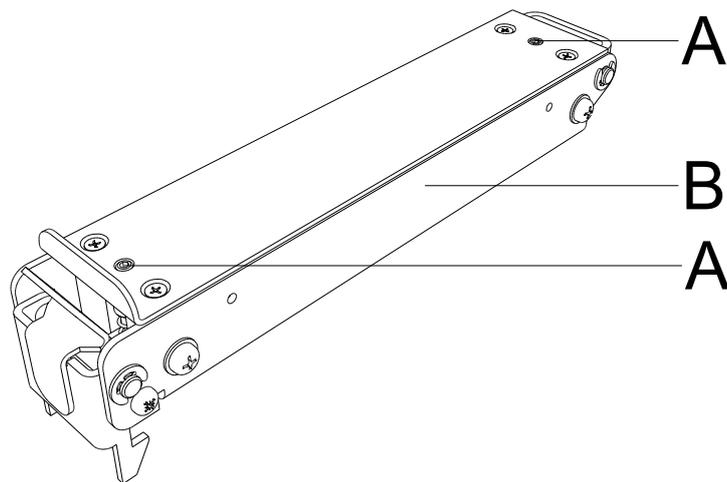

**Figure 52**
Sur la figure (Figure 52), l'axe du moteur d'optimisation (H) avec la courbe de pression (C) et le disque (B) sont visibles de derrière. Au-dessous se trouve l'anneau d'appui (D) avec la plaque d'appui (E).
7. Desserrer la vis à six pans creux (F) environ 1 tour jusqu'à ce que la plaque d'appui (E) avec le palier à billes (G) soit librement mobile.
9. Pousser la plaque d'appui (E) avec le roulement (G) dans l'enclenche d'ajustage de la courbe de pression, de sorte qu'aucun jeu n'existe.